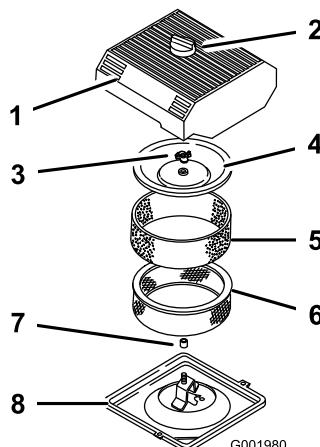

Figura 43
- Pulite intorno al filtro dell'aria per evitare che la morchia possa penetrare nel motore provocando gravi danni (Figura 43).
- Svitate la manopola sul coperchio del filtro dell'aria e togliete il coperchio (Figura 43).
- Togliete con cautela l'elemento in schiuma sintetica dall'elemento di carta (Figura 43).
- Svitate il dado del coperchio e togliete sia il coperchio che l'elemento di carta (Figura 43).
- Infilate con cautela l'elemento in schiuma sintetica sopra l'elemento di carta del filtro dell'aria (Figura 43).
- Avvitate a fondo, manualmente, il dado contro il coperchio (Figura 43).
- Montate il coperchio del filtro dell'aria e la manopola (Figura 43).